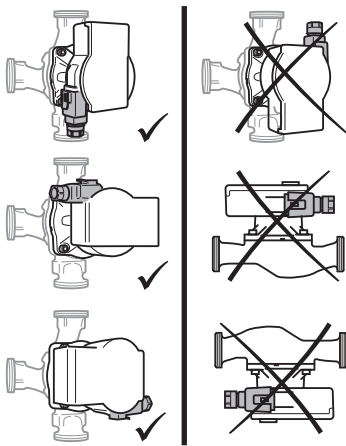

Fig. 2: Монтажні положення
- Вибирайте місце для монтажу відповідно до допустимого монтажного положення (Fig. 2).
- Звертайте увагу на допустиме монтажне положення насоса (Fig. 2), за необхідності поверніть головку двигуна (2 + 6).
- Звертайте увагу на допустиме монтажне положення (Fig. 2) і стрілку напрямку потоку на корпусі насоса (1).
- Затягніть 4 гвинти корпусу (5).